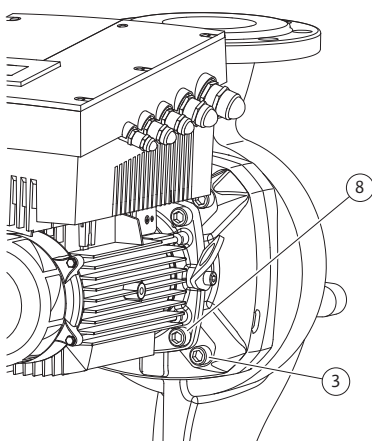

Fig. 52: Voliteľné upevnenie nástrčného bloku
11. Uvoľnite a odstráňte skrutky (Fig. 7, pol. 3). V závislosti od typu čerpadla odoberte aj vonkajšie skrutky (Fig. 52, pol. 3). Nástrčný blok (pozri Fig. 13) zostáva po odstránení skrutiek bezpečne v telese čerpadla, ani v horizontálnej polohe hriadeľa motora neohrozuje nebezpečenstvo prevrátenia.
16. V závislosti od typu čerpadla uvoľnite skrutky (Fig. 7, pol. 10) alebo alternatívne skrutky (Fig. 52, pol. 8).
22. Medzikus opatrne nasuňte cez hriadeľ a umiestnite ho do starej, resp. inej požadovanej pravouhlej polohy k príruby motora. Pri tom dbajte na povolené montážne polohy komponentov (pozri kapitolu 7.1 „Povolené montážne polohy a zmena usporiadania komponentov pred inštaláciou“ na strane 20). Medzikus na príruby motora upevnite pomocou skrutiek (Fig. 7, pol. 10) **alebo** – pri typoch čerpadiel/medzikusov podľa (Fig. 52) – pomocou skrutiek (Fig. 52, pol. 8).